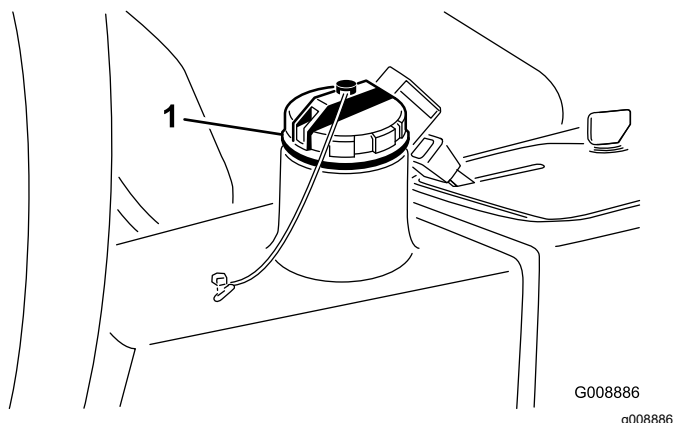

Figure 76
2. Nettoyez la surface autour du goulot et du bouchon de remplissage du réservoir hydraulique (Figure 76).